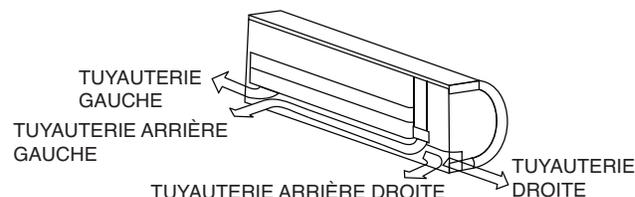

Fig. 8 — Directions de la tuyauterie des condensats
- La tuyauterie des condensats peut être disposée dans l'une des quatre directions indiquées à la fig 8.